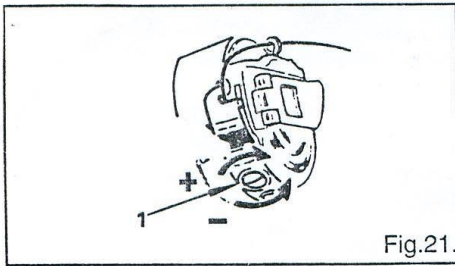

Fig.21.
17. Регулировка натяжения шпульной нити (Рис. 21)
Для регулировки натяжения шпульной нити поверните регулировочный винт (1) (Рис. 21):